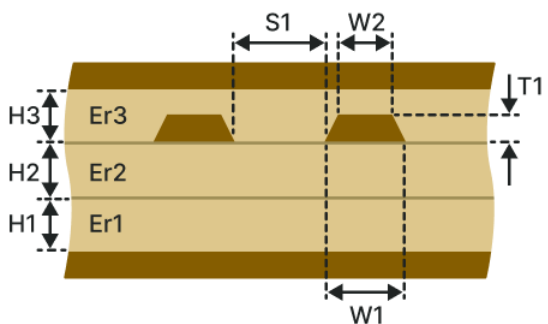

Рис. 150 Дифференциальная полосковая ЛП (ДП-2Н1В)
- Дифференциальная полосковая ЛП (ДП-2Н1В), см. Рис. 150.